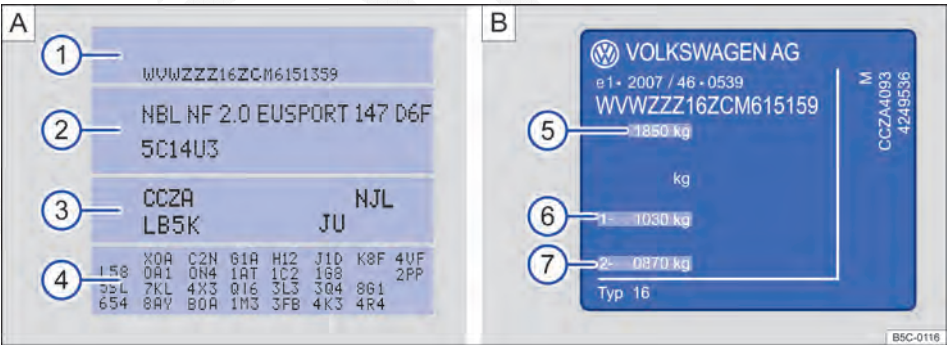

Fig. 19 **A** Etiqueta de dados do veículo: na figura de exemplo com o código do motor CCZA **3**. **B** Plaqueta de identificação.
A etiqueta de dados do veículo $\Rightarrow$ Fig. 19  está colada no revestimento do compartimento de bagagem traseiro na parede do compartimento de bagagem e contém os seguintes dados:
- ① Número de identificação do veículo (número do chassi)
- ② Modelo do veículo, potência do motor, transmissão
- ③ Código do motor e da transmissão, código da cor, acabamento interno. No exemplo, o código do motor é "CCZA" $\Rightarrow$ Fig. 19.
- ④ Equipamentos opcionais, números PR
A plaqueta de identificação $\Rightarrow$ Fig. 19  pode ser vista na coluna da porta após a abertura da porta do condutor. Veículos para determinados países de exportação não possuem etiqueta de identificação.